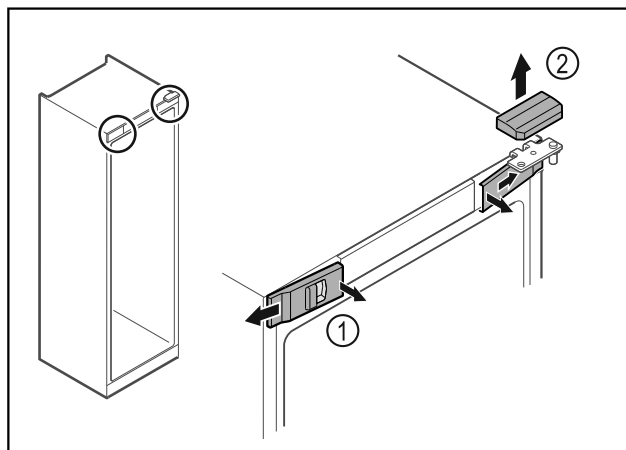

Fig. 15
- Voorste afdekkingen Fig. 15 (1) binnen ontgrendelen en naar de zijkant toe verwijderen.
- Bovenste afdekking Fig. 15 (2) naar boven toe verwijderen.